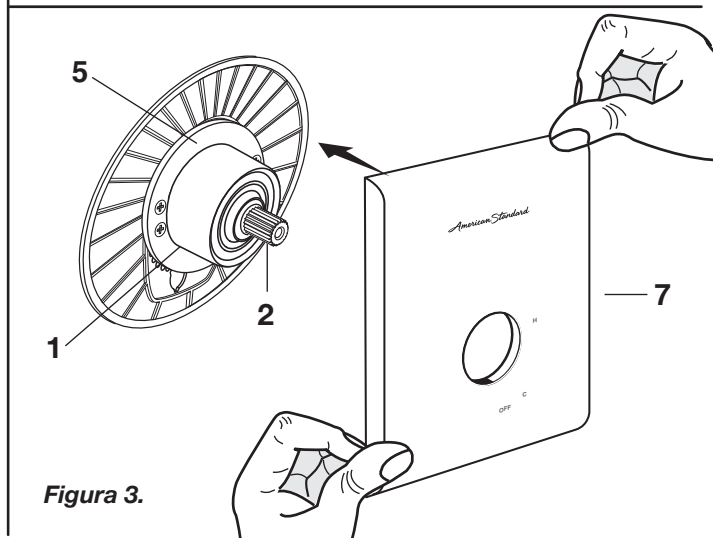

Figura 3.
- **Figura 3.** Instale el CHAPETÓN (7) en la TAPA (1) y empuje para alinear con la pared terminada. El CHAPETÓN (7) encajará bien en el SOPORTE DEL CHAPETÓN (5).